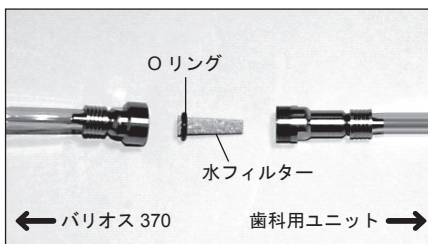

図 21
- 3) ケース付水フィルターが外れると、中から水フィルターが出てきます。同じ向きで新しい水フィルター (別売品) に交換して、取り外しと逆の手順で組み付けてください。(図 21)